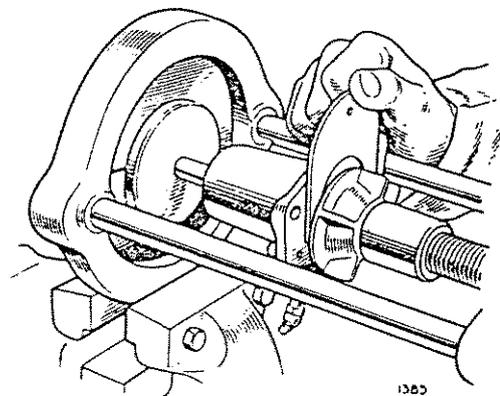

Abb.11 Anwendung einer Lehre, um den richtigen Abstand zwischen Pumpenrad und Gehäusefläche zu erhalten.
1. Teile (9, 18 und 8) an die Welle (17) anbringen. Die Kugellager (10) mit Fett packen und mit der abgedichteten Fläche nach außen und den Abstandbüchsen (11) dazwischen auf die Welle pressen.
2. Mit einem Treibrohr das Kugellager mit der Welle (17) in das Gehäuse treiben und mit dem Sprengring (12) sichern. Abdichtung (23) in das Pumpenrad (24) pressen.
3. Mit einem 2,159 mm dicken Abstandstück das Pumpenrad (24) auf die Welle (17) pressen; siehe Abb.11. Um ein Lecken zu vermeiden, das Pumpenrad an das Wellenende löten.
4. Scheibfeder (19) und Riemenscheibe (13) auf die Welle (17) setzen und mit der Nyloc-Mutter (15) und der flachen Unterlegscheibe (14) sichern.